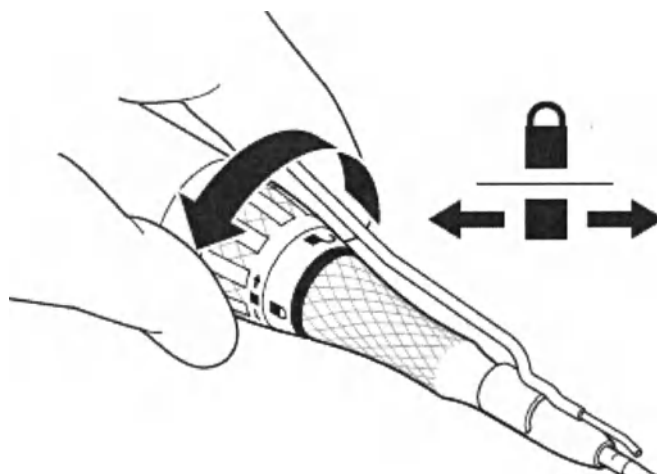

Рис. 7 – Закрепление насадки/режущего аксессуара
6. Поверните кольцо блокировки в блокирующее положение для надежного закрепления режущего аксессуара в насадке (Рис. 7).